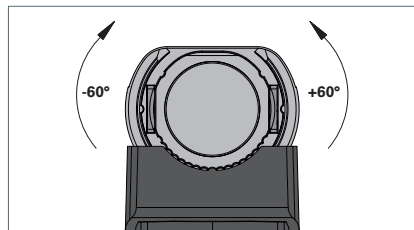

Fig. 6: Leuchte ausrichten zwischen -60° bis $+60^\circ$.
- ▶ Drehen Sie die Leuchte in einem Winkel zwischen -60° bis $+60^\circ$, bis der Arbeitsbereich optimal beleuchtet wird, siehe Fig. 6.